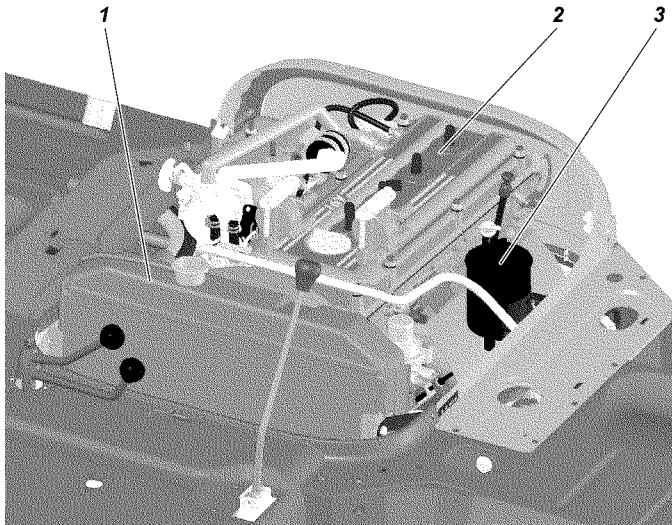

Рис. 9.28. Подкапотное пространство:
**Проверка уровня и смена масла гидроусилителя.** При проверке уровня масла в масляном баке 3 (рис. 9.28) передние колеса должны быть установлены прямо. Масло доливайте до уровня